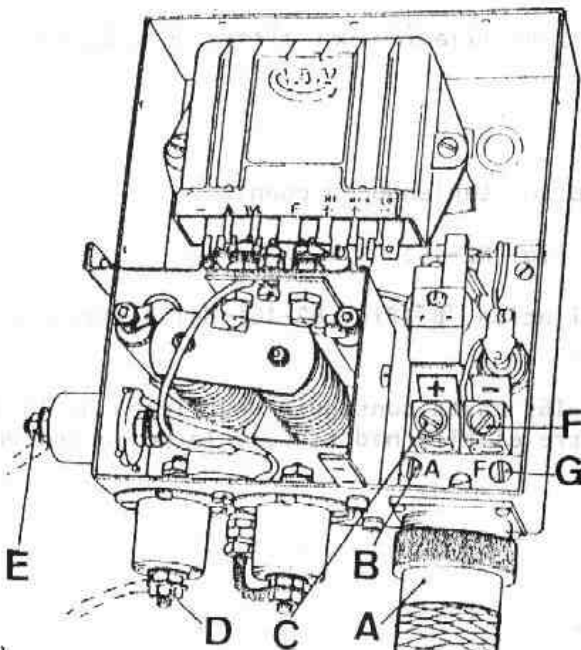

Fig. N2-17 Conexiones regulador
- 1.4. Desconectar los cables de conexión al regulador (Fig. N2-17) y soltando el manguito, A, roscado a la caja del regulador, se retirará éste.
- 2.1. Realizar el montaje en órden inverso, realizando las conexiones según Fig. N2-17.